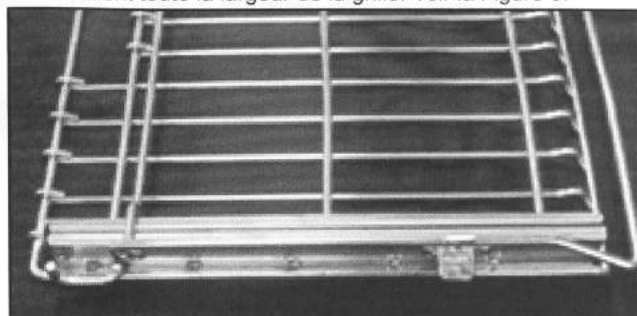

FIGURE 9
23. Placer la grille à l'envers sur une surface plane protégée qui soutient toute la largeur de la grille. Voir la Figure 9.